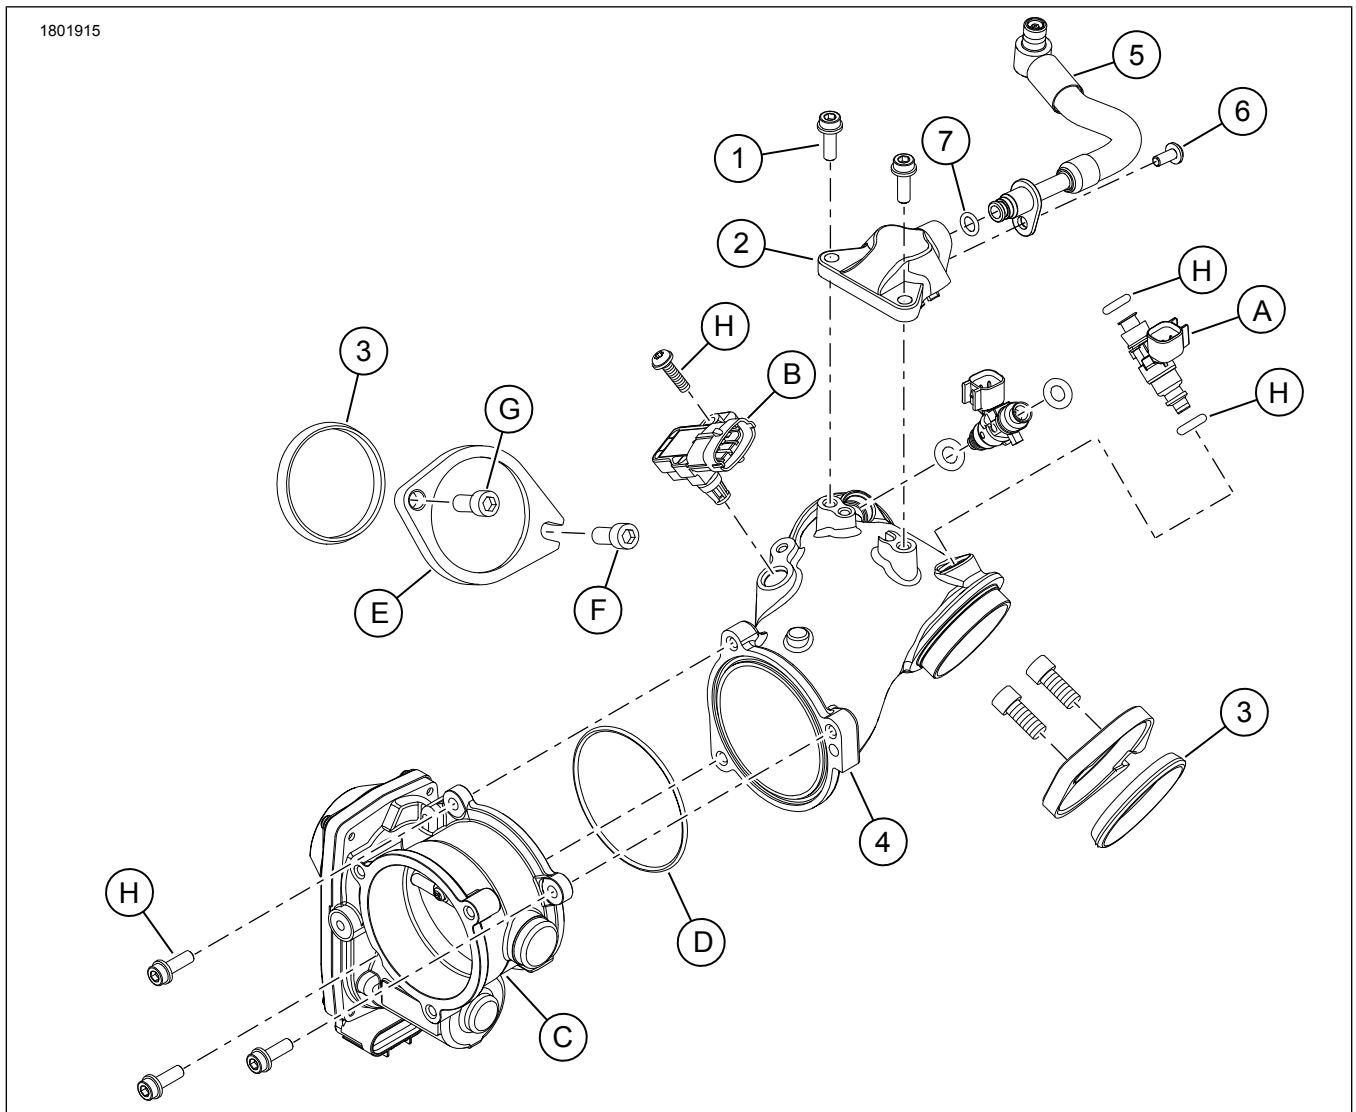

Figure 1. Contenu du kit : Collecteur d'admission high flow 68 mm screamin' eagle®
1. Voir la figure 1. Déposer Équipement d'origine (Équipement d'origine) le corps de papillon (C) et le joint (D). Éliminer les éléments. Consulter le manuel d'entretien.
3. Déposer les injecteurs de carburant (A) et le capteur T-MAP (B). Consulter le manuel d'entretien.
- a. Enregistrer les composants pour les transférer dans un **nouveau** collecteur d'admission (4).
1. Voir la figure 1. Installer les injecteurs de carburant (A) sur le collecteur d'admission (4).
2. Installer la rampe de carburant (2) sur les injecteurs de carburant (A).
3. Installer le capteur T-MAP (B) sur le collecteur d'admission (4).
- a. Appliquer du frein-filet sur les filetages de vis (H).